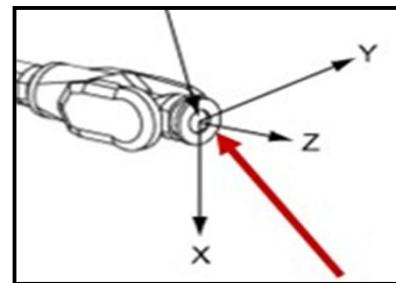

图1
- 图1为系统默认的工具坐标系tool0，TCP为第6轴的中心点，与机器人基坐标方向一致。